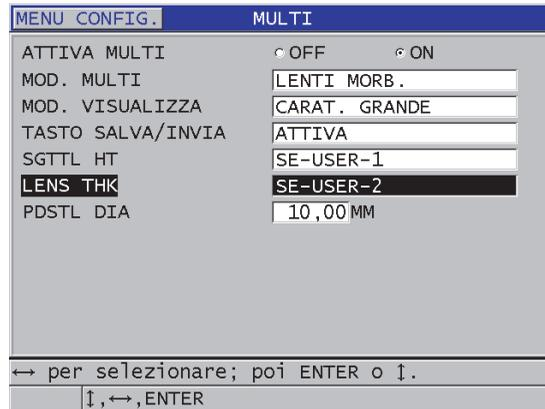

Figura 7-9 Configurazione dei parametri di misura multipla in modalità lente a contatto morbida
5. Nella schermata **MULTI** (vedere Figura 7-9 a pagina 121):